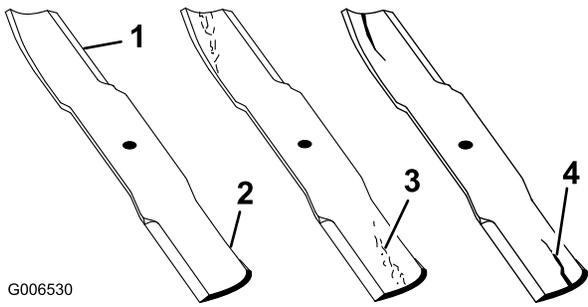

Figure 47
1. Examinez le tranchant des lames (Figure 47).
2. Inspectez les lames, surtout la partie relevée (Figure 47).
Remarque: Remplacez immédiatement toute lame endommagée, usée ou qui présente une entaille (repères 3 et 4 de la Figure 47).